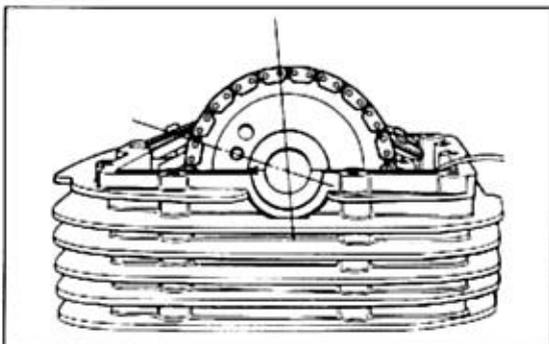

Bild 132
- Montage erfolgt wie am hinteren Zylinder, allerdings muss sich Stiftloch des Kettenrads in 9.30-Uhr-Stellung befinden (Bild 132). Alles weitere wie am hinteren Zylinder.